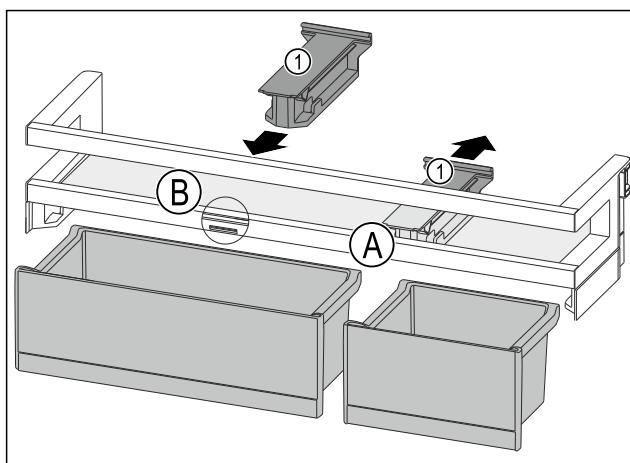

Fig. 94
- Trekk av holdedelen Fig. 94 (1) i posisjon Fig. 94 (A) bakover.
- Sett inn holdedelen Fig. 94 (1) i posisjon Fig. 94 (B).